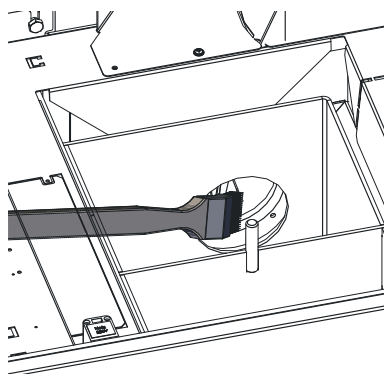

Fig. 50 Pulire e aspirare il ventilatore
- ▶ Pulire il ventilatore con un pennello – Fig. 50.